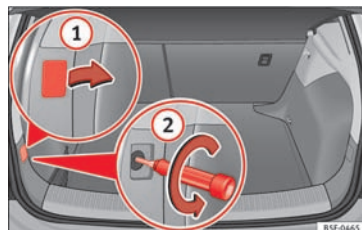

Fig. 115 Bagagerum: monteringssted for skruer til baglygte
- Vip afdækningen ud af afskæringen med den flade del af skruetrækkeren, og fjern afdækningen » **Fig. 115** **①**.
- Løsn skruen, der sidder bagved, ved at dreje skruetrækkeren mod uret (pil) » Fig. 115 ②, og tag den forsigtigt ud.